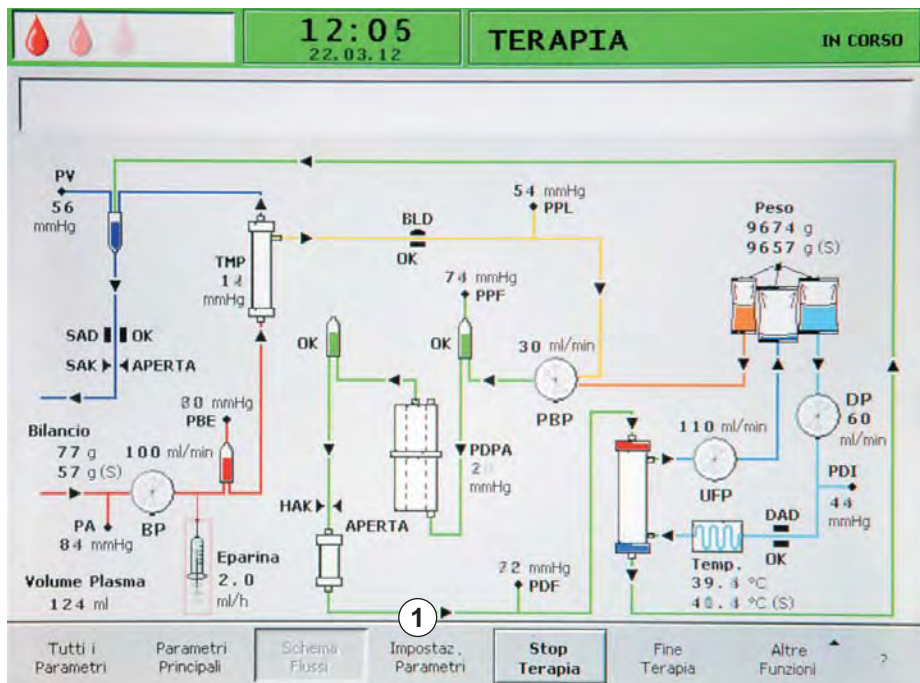

Fig. 3-24 Voce *Impostazione Parametri* nella videata *Schema Flussi*
↳ Comparirà la videata *Schema Flussi* (Fig. 3-24).
2. Ruotare la manopola per selezionare *Impostazione Parametri* (Fig. 3-24, ①) nella barra dei menu e premere il tasto *Invio*.